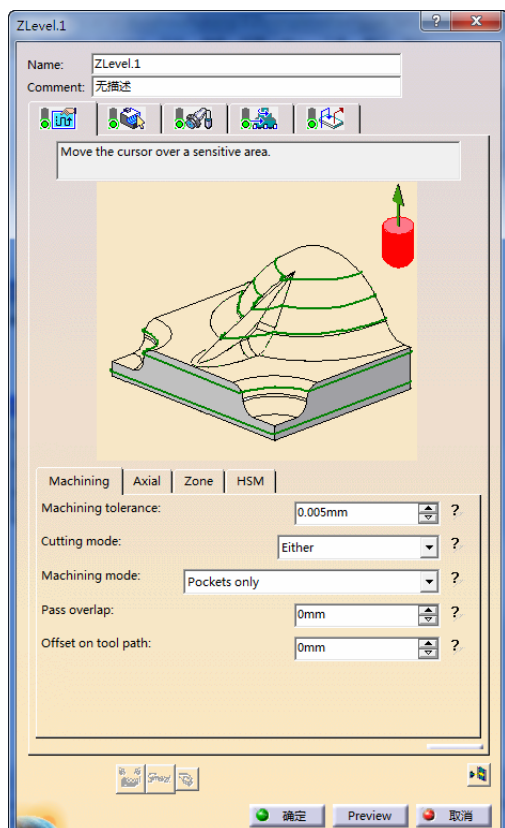

图 3-176 “Machining”选项卡 (11)
- 在“Machining”选项卡 (11) 的“Machine tolerance”文本框中输入“0.05” mm, 在“Cutting mode”下拉列表中选择“Either”选项, 如图 3-176 所示。